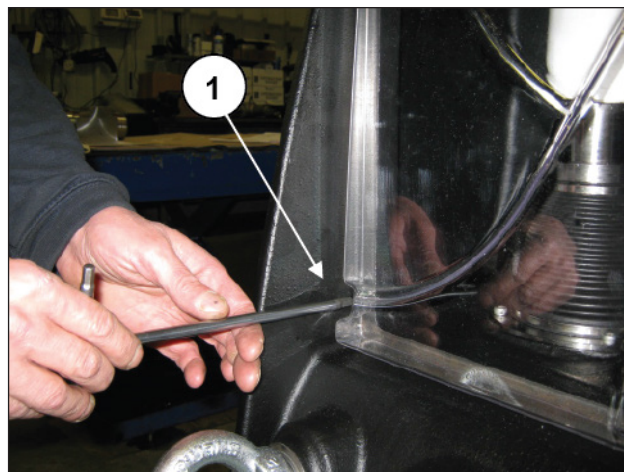
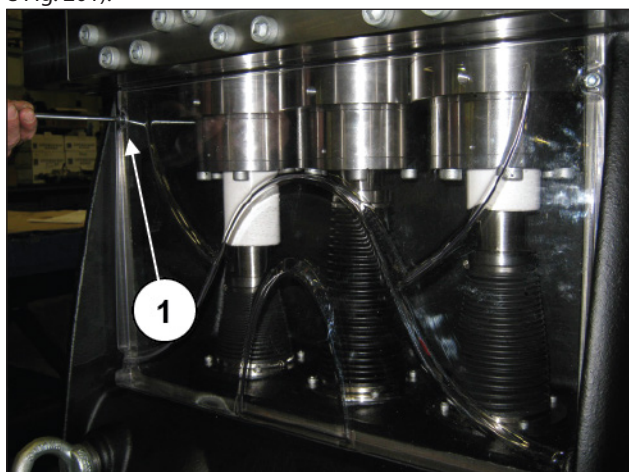

Fig. 201
Fig. 200
Per accedere al gruppo pistone occorre svitare le 4 viti M6 e rimuovere il coperchio di ispezione superiore (pos. ①, Fig. 200 e Fig. 201).